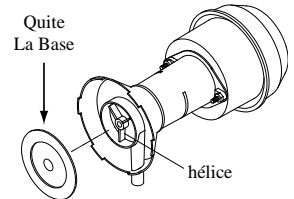

Fig. 5
• **Limpie la bomba.** Es necesario limpiar la bomba una vez al principio de cada año. Por su propia seguridad, apague la unidad y desconecte la unidad y la bomba. Quite el sujetador de plástico de la montura y jale la bomba, deslizándola hacia usted. Quite la base de la bomba (véase fig 5). Limpie la bomba. Dé le vuelta a la hélice para verificar que se mueve libremente. Quite el pico de la bomba y vea si está obstruido. Después de limpiar, reinstale la base en la bomba. Presione firmemente para asegurarse de que es segura. Vuelva a colocar la bomba en la unidad y fíjela en su montura con el sujetador de plástico. Esto impedirá que se caiga la bomba al agua, lo que dañaría el motor. No se olvide de volver a conectar el tubo de agua a la bomba.